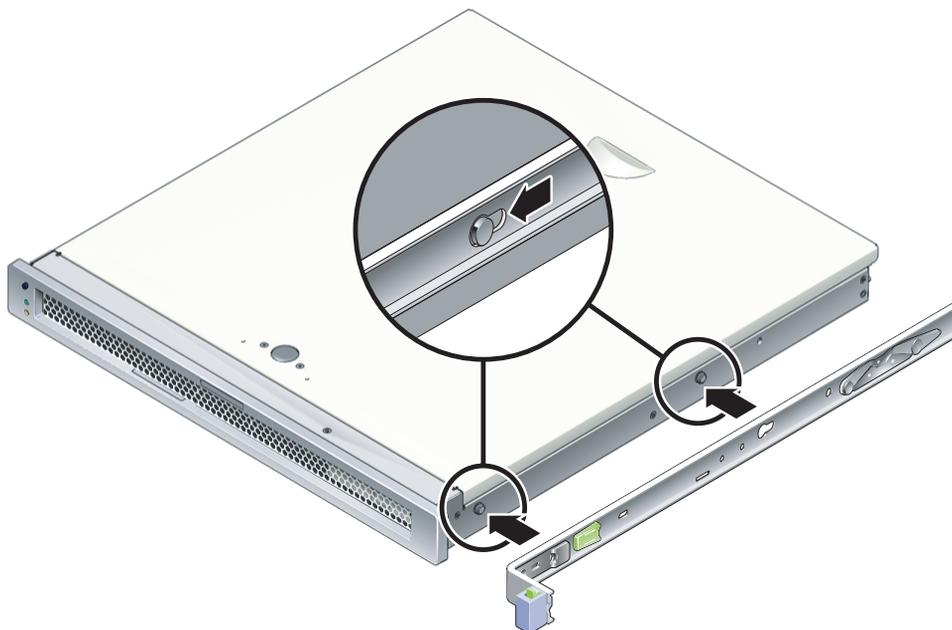

FIGURE 2-3 Fixation d'un support de montage au châssis
- a. Placez le support de montage contre le châssis du serveur (voir FIGURE 2-3) de sorte que le verrou du rail coulissant se trouve à l'avant et que les deux ouvertures du support de montage soient alignées sur les deux broches de repère sur le côté du châssis.
- c. Vérifiez que les deux broches sont bien logées dans les ouvertures et que la broche avant a actionné le verrou du support de montage (voir FIGURE 2-3).